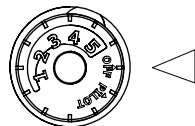
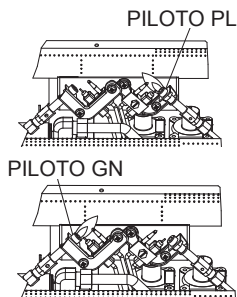

Fig. 15: perilla de control
Fig. 16: piloto
3. Gire la perilla de control en dirección de las manecillas del reloj  hacia la posición OFF (APAGADO) (consulte la Fig. 15).
4. Espere cinco (5) minutos para que se despeje el gas. Luego verifique si hay olor a gas, incluso cerca del piso. Si percibe olor a gas, ¡DETÉN- GASE! Siga la instrucción "B" en la información de seguridad que se encuentra a la izquierda de este apartado. Si no hay olor a gas, proceda con el próximo paso.
5. Gire la perilla de control en la dirección contraria a las manecillas del reloj  hacia la posición PILOT (PILOTO) (consulte la Fig. 16). Presione la perilla de control.
7. Mantenga presiona la perilla de control durante (30) segundos después de que el piloto se encienda. Suelte la perilla de control.
• Si el piloto se apaga, repita los pasos 3 a 7. Espere (1) minuto antes de intentar encender el piloto nuevamente. Si el piloto se apaga tras varios intentos, gire la perilla de control de gas en dirección de las manecillas del reloj  hasta la posición de apagado y llame a un técnico de mantenimiento calificado.